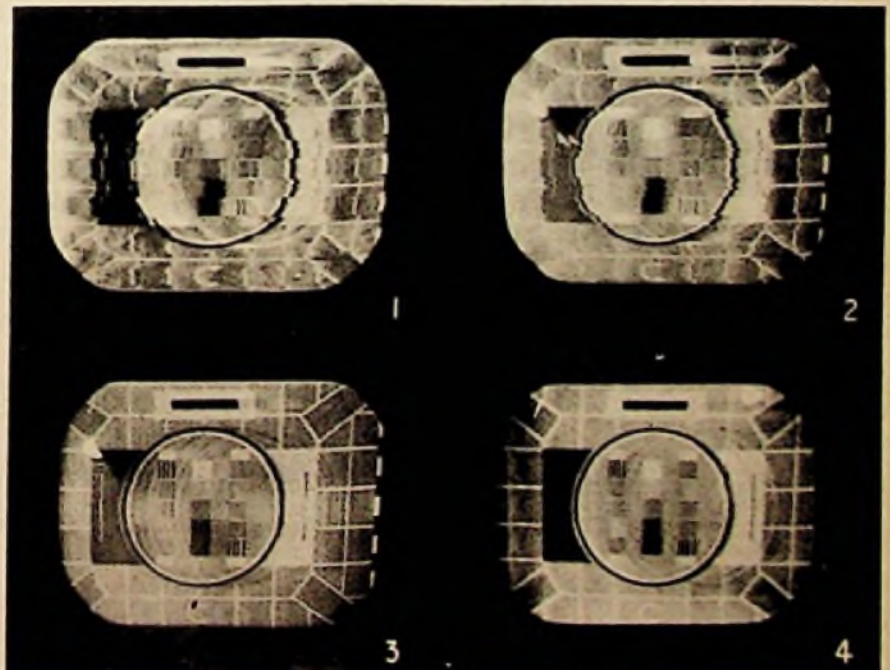
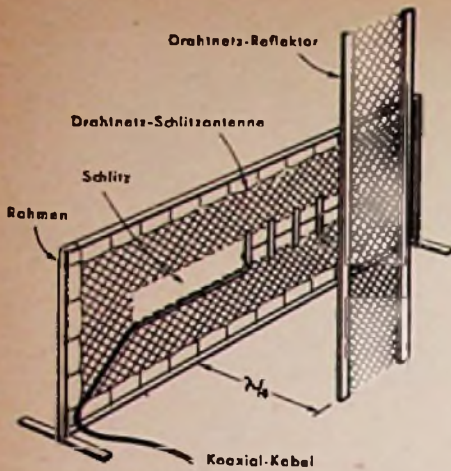

Bild 4. Geisterbilder am gleichen Empfangsort wie Bild 2 aufgenommen
Bild 5. Schlitzantenne mit Reflektorwand
abweicht, ist in Bild 5 wiedergegeben. Aus Bild 4 geht hervor, daß auch mit der besten, der Doppel-H-Antenne, noch immer — wenn auch kaum noch störende — Geisterbilder vorhanden sind.
Der Zweck dieser Untersuchung war, ein Bild über solche Antennensysteme zu erhalten, mit denen dem Teilnehmer am Fernsehempfang einwandfreie Schirmbilder vermittelt werden können. Es wurden neun (in Großbritannien) handelsübliche Formen untersucht und dann drei Sonderanfertigungen benutzt, als man mit den ersteren nicht zum Ziel kam. Die Unterschiede in der Güte der Antennensysteme zeigt Bild 4, eine der verwendeten Labor-konstruktionen, die sehr vom Gewöhnlichen
- 3) Schlitzzantenne mit Reflektor (Bild 5), 4) Doppel-H-Antenne